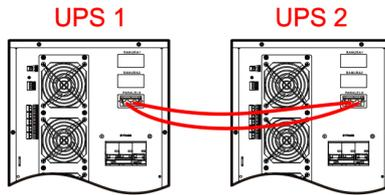
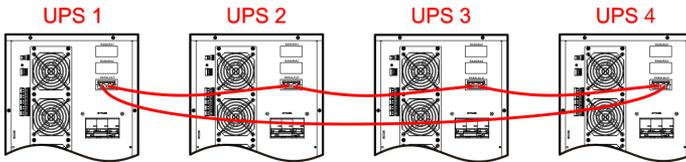

Figura 3-25 Cableado de dos unidades en paralelo
Figura 3-26 Cableado de dos unidades en paralelo
Paso 3 Conecte el puerto paralelo de cada UPS del sistema en paralelo con cables paralelos, como se muestra en la figura 3-25 y la figura 3-26.